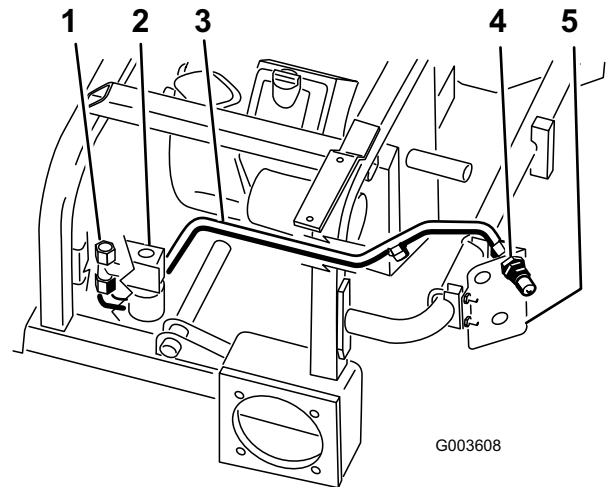

Figure 14
1. Placez la conduite hydraulique N° 1 dans la machine comme illustré à la Figure 14.
2. Placez la conduite hydraulique N° 1 sur le raccord en T monté sur le côté de la valve (Figure 14).
3. Placez la conduite hydraulique N° 1 sur le raccord mâle supérieur (Figure 14).